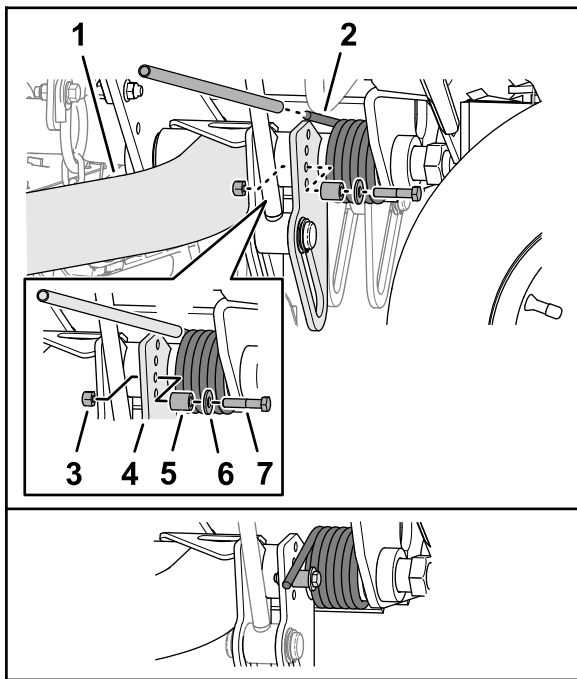

Figure 49
2. Insérez un tube ou un objet similaire par-dessus la longue tige du ressort, et soulevez la tige pour soulager la pression sur l'entretoise (Figure 49).
3. Tout en maintenant le ressort, retirez le boulon, la rondelle et le contre-écrou de la plaque de levage (Figure 49).